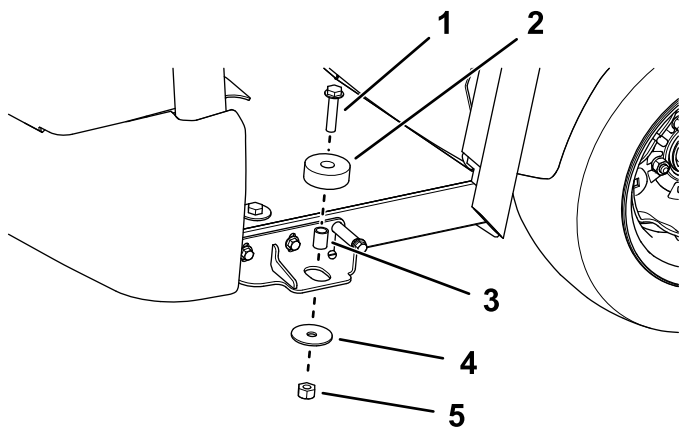

Figura 28
6. Instale os 2 isoladores de borracha utilizando um parafuso de cabeça flangeada ($\frac{1}{2}$ pol. x $2\frac{1}{4}$ pol.), um espaçador, uma anilha e uma porca de bloqueio de cada lado (Figura 28).